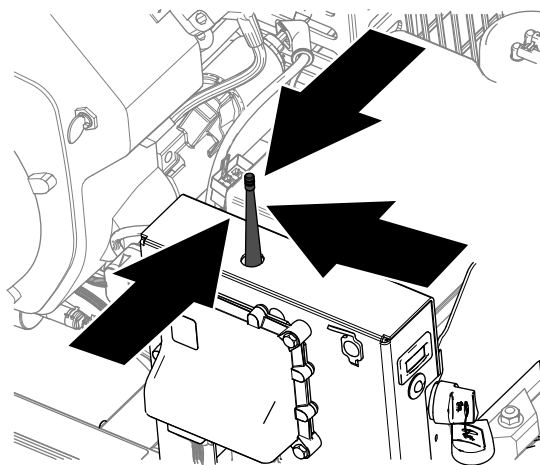

Figure 50
3. Prenez la télécommande portable et tenez-vous près du module de commande sans fil de façon à avoir un champ de vision direct et dégagé vers l'antenne (Figure 50).